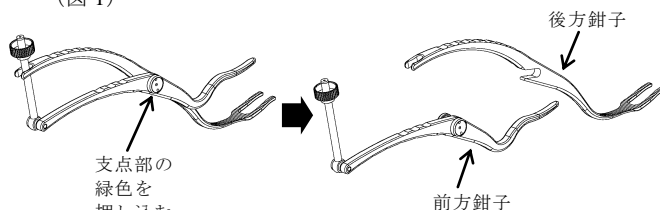

図 1
- 1) 鉗子の支点部緑色の部分を押し込みながら，鉗子を互いにスライドさせ，鉗子を分離します。先端が二股形状の物が後方鉗子，もう一方が前方鉗子となります。（図 1）